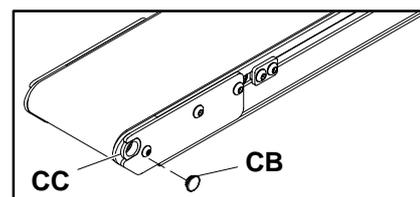

Figure 23
Toutes les positions non entraînées disposent d'un bouchon de plastique (CB de la figure 23) installé sur les extrémités de la poulie qui retient les entretoises (CC). Utilisez un petit tournevis plat pour retirer ce bouchon.
Mettez le bouchon plastique (CB de la figure 23) dans les extrémités des entretoises de maintien de la poulie (CC).